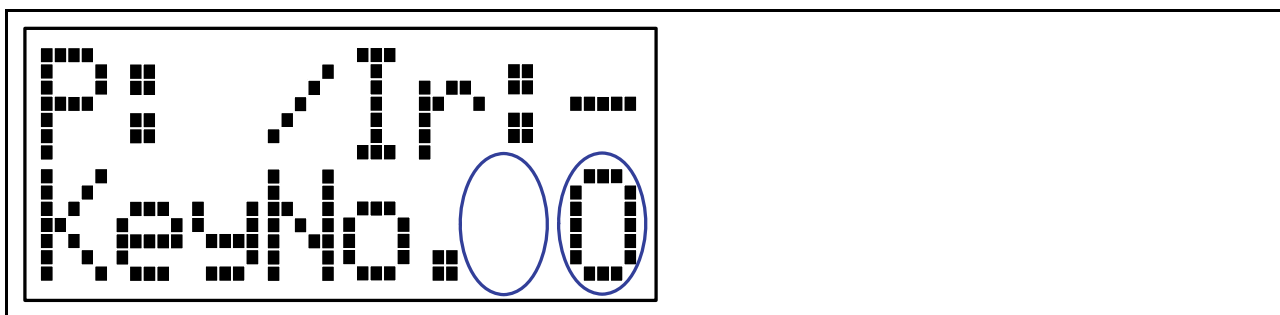

図 3.2 キー番号LCD表示
- 確定したキー番号をRSKR8C2Dに付属しているLCDに表示します。図3.2の○の位置に“0”～“16”、“—”を右詰で表示します。